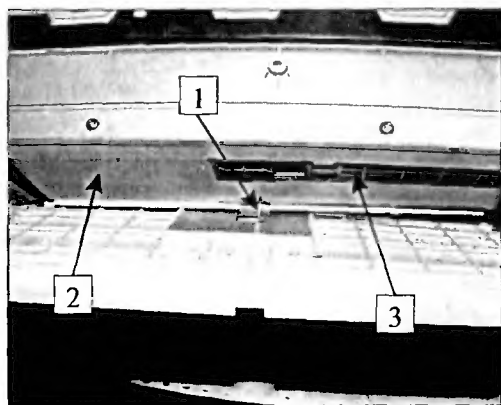

Рис. 1.7
7. Снимают нижнюю крышку принтера (рис. 1.7), предварительно вывинтив пять шурупов крепления и освободив из зацепления металлическую скобу 1.